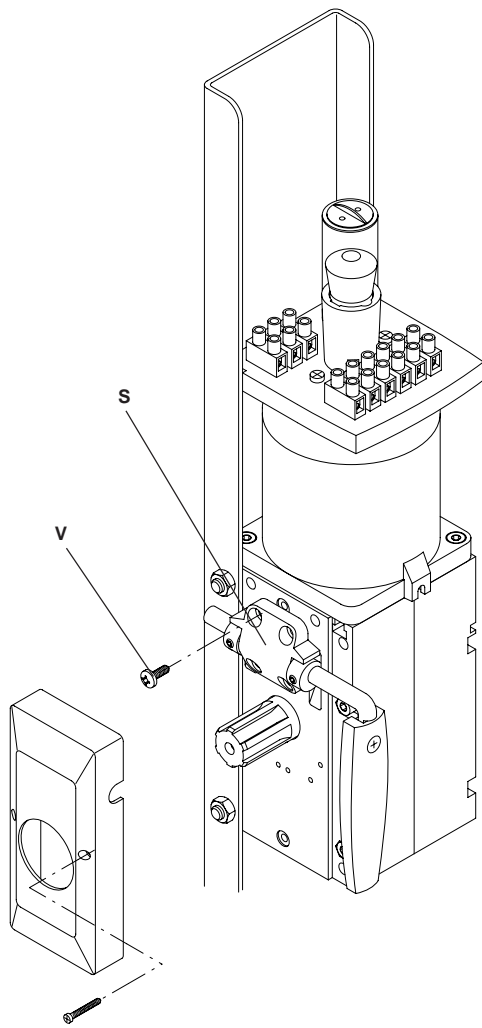

Fig.13
- Togliere il supporto S svitando le 4 viti V (fig. 13).
- Remove the support S unscrewing the 4 screws (fig. 13).
- Die Stütze S nehmen aufschraubend die 4 Schrauben (Bild 13).
- **Enlever le support S en dévissant les 4 vis (fig. 13).**